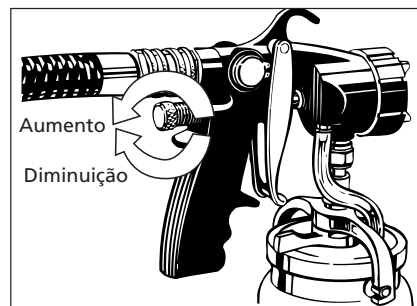

Figura 13 - Ajustando o fluxo de material
- Para ajustar o fluxo de material, gire o botão de controle de material no sentido horário para diminuir e no sentido anti-horário para aumentar (veja a Figura 13).